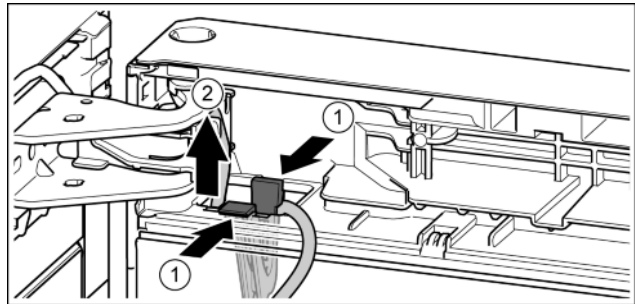

Fig. 23
- Nyomja meg a fedőlemezt. Fig. 23 (1)
- A rá rögzített kábellel együtt húzza ki a kábeltartót. Fig. 23 (2)